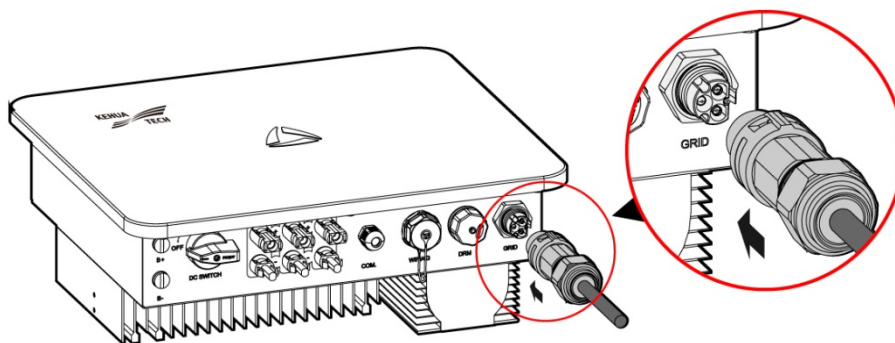

Figura3-26 Insira o conector de CA
- Etapa 4** Após a fiação, combine o conector de CA com a posição limite do terminal de saída de CA no inversor e insira o conector de CA para fixá-lo no inversor (como exibido na Figura3-26).